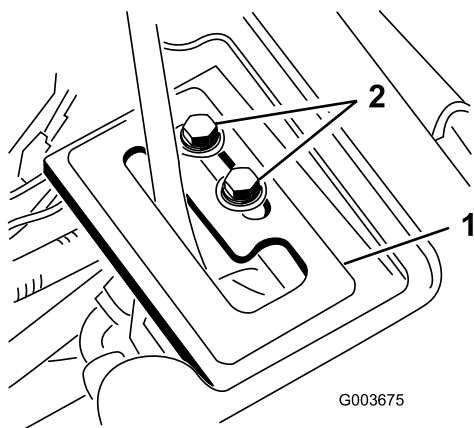

Figura 25
1. Introduci placa de ghidare a manetei peste maneta de ridicare i fixai-o uor pe cadru cu 2 uruburi cu guler i aibe (**Figura 25**).
7. Cu motorul pornit i maneta de ridicare în poziia **Flotantă**, glisați placa de ghidare a manetei până când cilindrul de ridicare poate fi extins i retras manual (**Figura 25**).
8. Strângei ambele uruburi de montare a plăcii de ghidare a manetei de ridicare pentru a asigura reglarea (Figura 25).